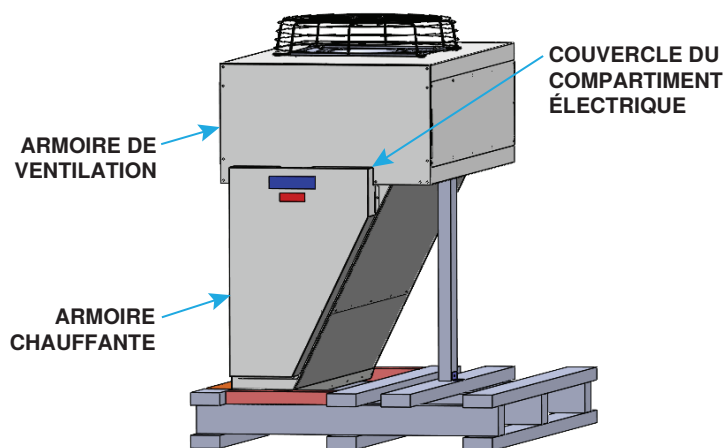

Figure 3. Palette d'expédition avec unité
1. Retirez les vis qui fixent le couvercle du compartiment électrique à l'unité et retirez le couvercle (voir Figure 3).